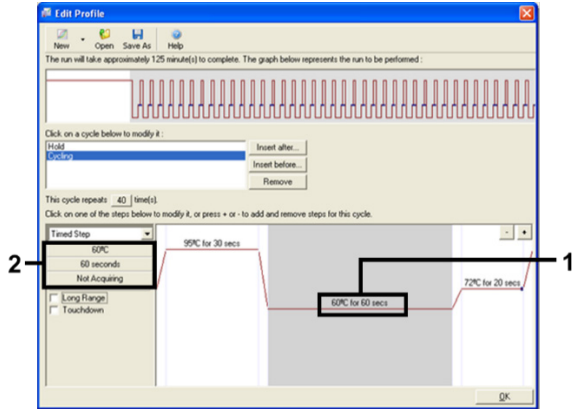

Figure 7. Étape de cycle à 60 °C.
9. Mettre la deuxième étape en surbrillance et la définir sur « 60 °C pendant 60 secondes ». Cliquer sur Not Acquiring (Pas d'acquisition) pour activer l'acquisition des données pendant cette étape (figure 7).